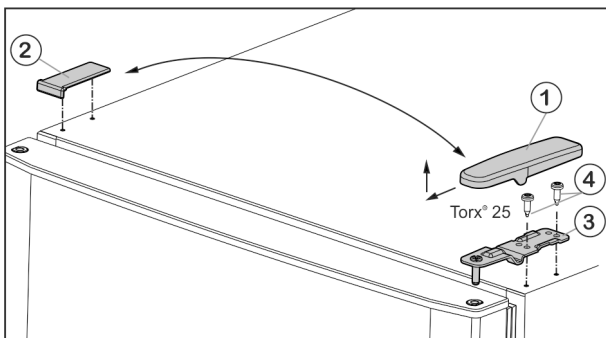

Fig. 5
- ▶ Enlever le cache Fig. 5 (1) vers l'avant et vers le haut.
- ▶ Retirer le cache Fig. 5 (2).
- ▶ Dévisser le support d'appui supérieur Fig. 5 (3) (2 Torx® 25) Fig. 5 (4) et retirer vers le haut.
- ▶ Placer le support d'appui supérieur Fig. 5 (3) sur le nouveau côté charnière de porte.
- ▶ Revisser le support de palier (**en appliquant un couple de 4 Nm**) (2 Torx® 25) Fig. 5 (4). Utiliser au besoin une visseuse sans fil.
- ▶ Remettre en place l'habillage Fig. 5 (1) du côté opposé depuis l'extérieur et l'enclencher.
- ▶ Remettre en place l'habillage Fig. 5 (2) du côté opposé depuis le dessus et l'enclencher.